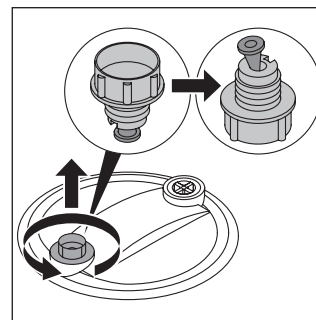

Abbildung 6
- > Reinigen Sie das Feinfiltergehäuse (5) mit einem feuchten Tuch.
- > Schrauben Sie dazu die Aufnahme des Silikonventils aus dem Deckel. (Abbildung 6)